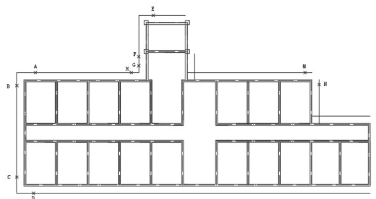

图 2.64 用【圆角】命令修角
① 在选择第一条直线或 [放弃(U)/多段线(P)/距离(D)/角度(A)/修剪(T)/方式(E)/多个(M)]: 提示下, 拾取图 2.64 中的散水线 M 处。
② 在选择第二条直线, 或按住 Shift 键选择要应用角点的直线: 提示下, 拾取散水线 N 处。